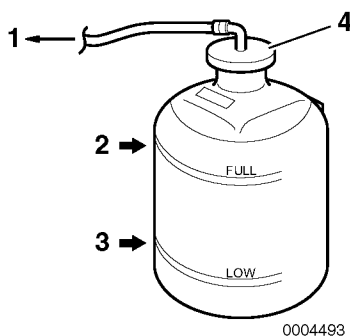

Figure 12
6. Kontroller kjølevæsknivået i reservoaret. Nivået bør være ved FULLT-merket (**Figure 12, (2)**).
7. Fjern reservoarlokk (**Figure 12, (4)**) for å fylle på kjølevæske hvis det er nødvendig. Ikke tilsett vann.
(**Figure 12, (1)**) som kobler reservoaret